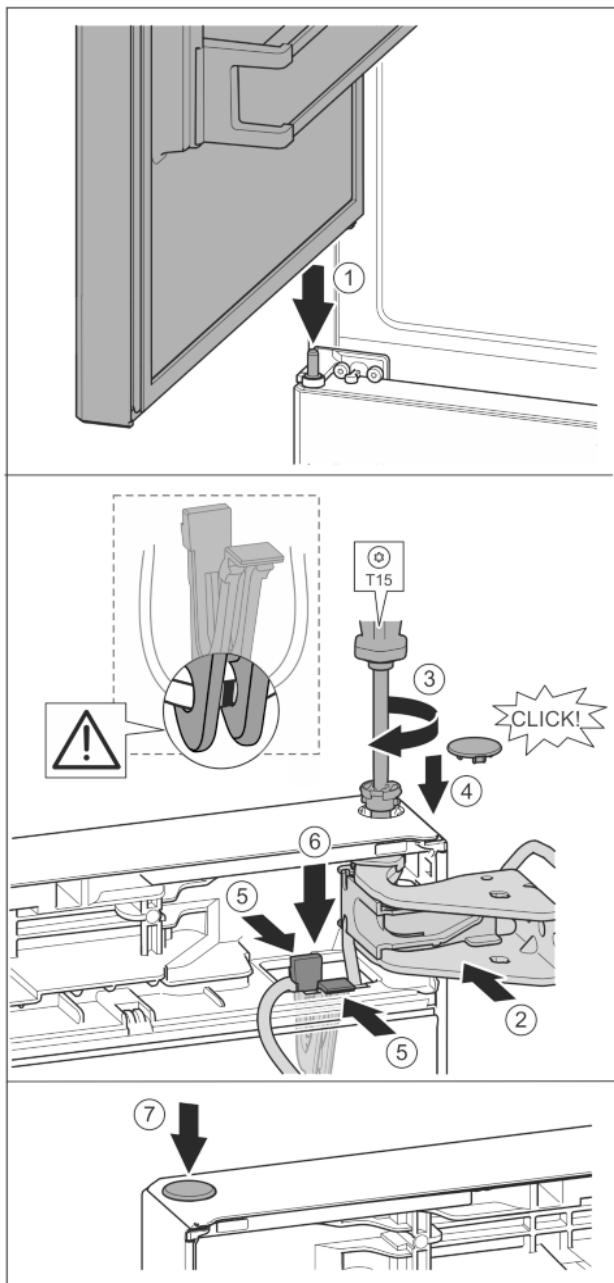

Fig. 35
- ▶ Встановлення верхніх дверцят на середній опорний палець *Fig. 35 (1)*
- ▶ Вирівняйте дверцята зверху по отвору в опорному кронштейні. *Fig. 35 (2)*
- ▶ Вставте палець та закрутіть за допомогою викрутки T15. *Fig. 35 (3)*
- ▶ Встановіть захисну кришку для захисту дверцят: вставте захисну кришку і проконтролюйте, щоб вона прилягала до дверцят. Якщо це не так, повністю вставте палець. *Fig. 35 (4)*
- ▶ Вставте тримач із зафіксованим в ньому кабелем в отвір. *Fig. 35 (5)*
- ▶ Притисніть тримач донизу так, щоб з'єднувальна накладка зафіксувалася. *Fig. 35 (6)*
- ▶ Вставте пробку. *Fig. 35 (7)*